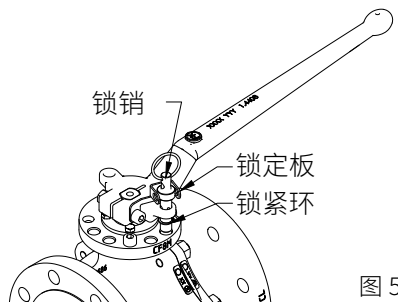

图 5
6. 在锁销底部附近的凹槽中安装锁紧环 (图 5)。这将确保锁销与手杆相连。